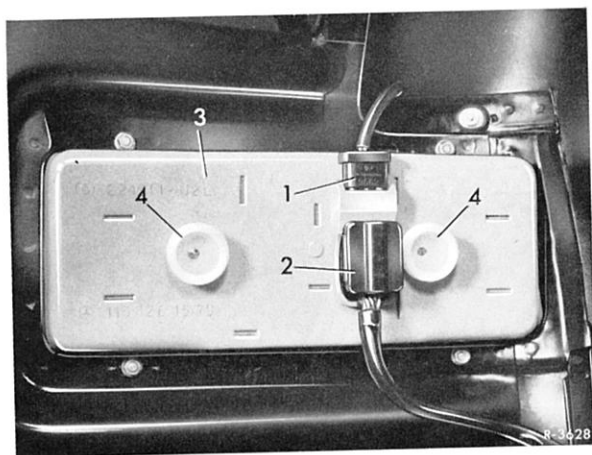

Bild 82-13/1
- 1 Sechspoligen (2) und zweipoligen (1) Stecker am Gehäuse (3) abziehen (Bild 82-13/1).